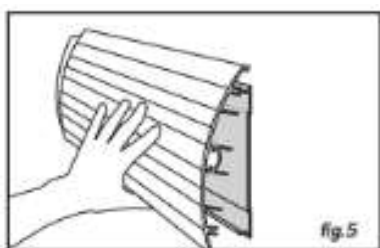

fig.5
- Monte agora o perfil de PVC nos suportes ou na calha, batendo-lhe com firmeza, utilizando um martelo de borracha, se necessário. Finalmente, verifique se o perfil de PVC está corretamente encaixado em todos os suportes ou ao longo de todo o comprimento da calha (fig.5 e fig.6).